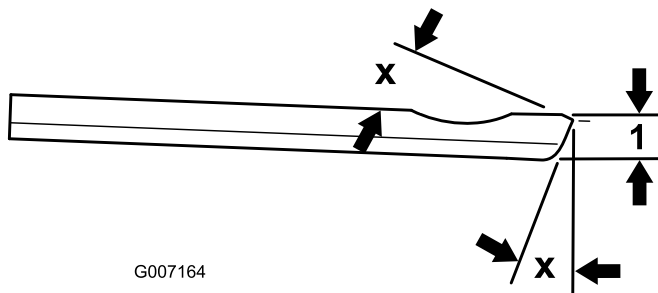

Figura 20
**Nota:** L'angolo di affilatura superiore e anteriore raccomandato della controlama è di 3-7 gradi (Figura 20).